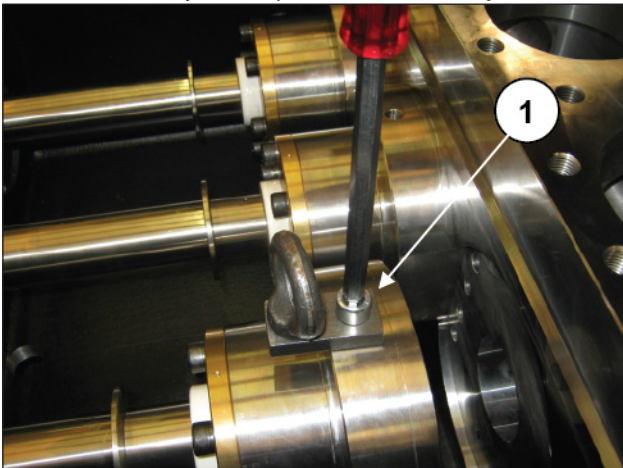
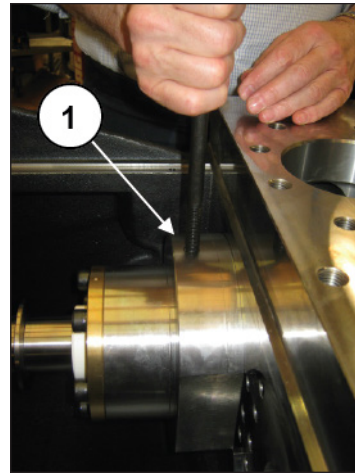

Fig. 237
Fig. 238
Desmonte a ferramenta de elevação (pos. ①, Fig. 237) e monte um parafuso ou barra rosqueada M12 no furo rosqueado presente no suporte (pos. ①, Fig. 238) para poder orientar melhor todo o conjunto ao posicioná-lo no cabeçote.